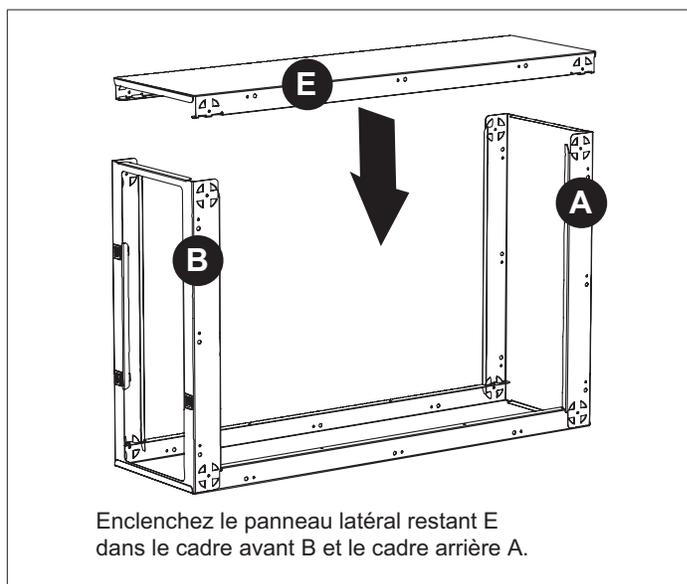

Figure 5. Assembler le panneau latéral restant (E)
4. Alignez et insérez le panneau latéral restant E dans le cadre avant B et le cadre arrière A. Appuyez fermement jusqu'à ce que chaque coin s'enclenche en position (voir Figure 5 à la page 3).